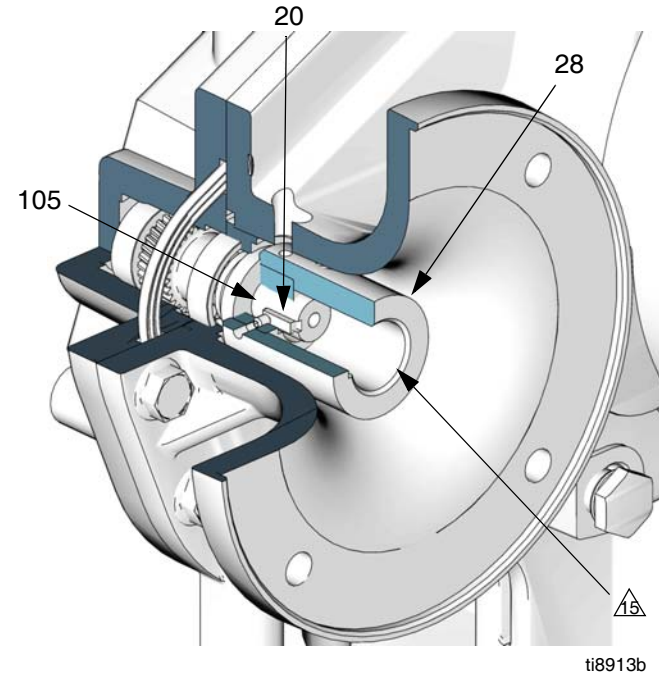

FIG. 25. Instalación del acoplador del motor
2. Vea la FIG. 25. Arme la chaveta (20) en el chavetero del eje de entrada (105). Arme los dos tornillos de fijación (31) en el acoplador (28), cerciorándose de que ellos no invadan el chavetero o la cavidad del eje de entrada del acoplador.